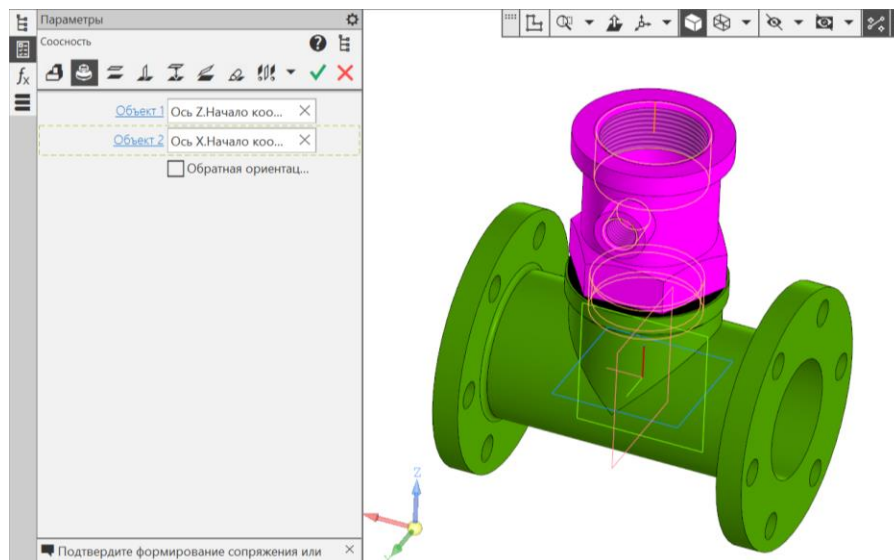

Рис. 16 Сопряжение «Соосность»
- **Сборка – Размещение компонентов Сопряжения – Соосность** (рис.16): Объект 1 (Корпус) – Ось z. Начало координат. Объект 2 (Стакан) – Ось x. Начало координат.